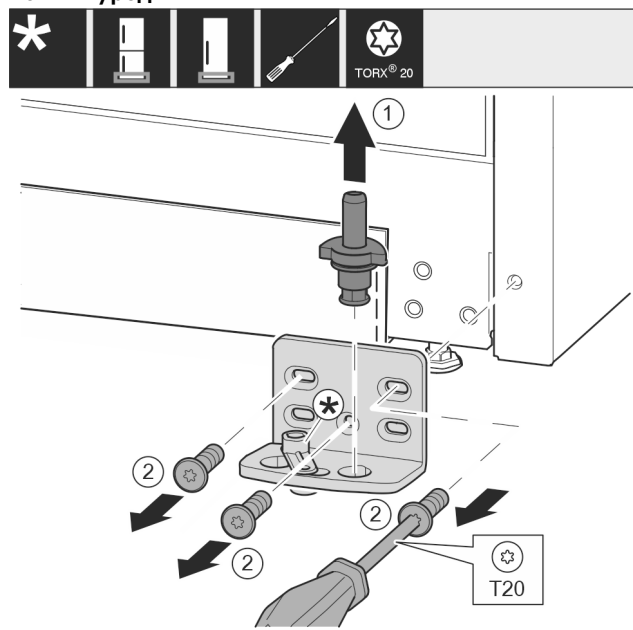

Fig. 10
- ▶ Извадете изцяло нагоре лагерния болт. Fig. 10 (1)
- ▶ Отвийте винтовете с отвертка T20 и свалете лагерната стойка. Fig. 10 (2)